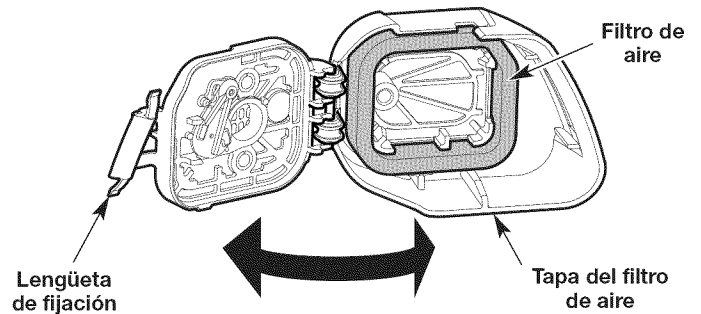

Fig. 16
1. Abra la cubierta del filtro de aire: oprima la lengüeta de fijación y gire la cubierta del filtro de aire hacia la derecha (Fig. 16).
2. Extraiga el filtro de aire del interior de la cubierta del filtro de aire (Fig. 16).
6. Reinstale el filtro de aire dentro de la cubierta del filtro de aire (Fig. 16).
7. Cierre la cubierta del filtro de aire: Gire la cubierta del filtro de aire hacia la izquierda y oprímala para cerrarla hasta que la lengüeta de fijación entra a presión en su lugar (Fig. 16).